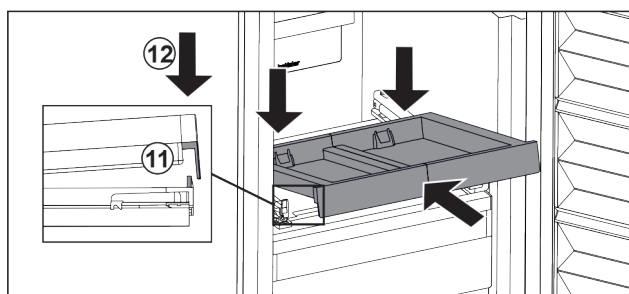

Fig. 104
- Schuin erin schuiven. Zorg ervoor dat de aanslag aan beide zijden achter de lip is. Fig. 104 (11)
- Uitschuifplateau aan voorzijde neerzetten. Fig. 104 (12)